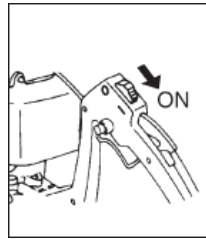

FIG. 3
- (1) Leva dell'acceleratore
- (2) Pulsante di blocco
3. Far scorrere l'interruttore di accensione verso il lato motore per portarlo in posizione ON. (Fig. 3)